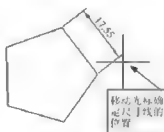
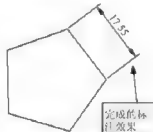

图 5-114
图 5-115
**步骤 5:** 移动光标确定尺寸线的位置, 如图 5-114 所示, 单击鼠标完成对齐标注, 系统自动生成测量标注, 如图 5-115 所示。